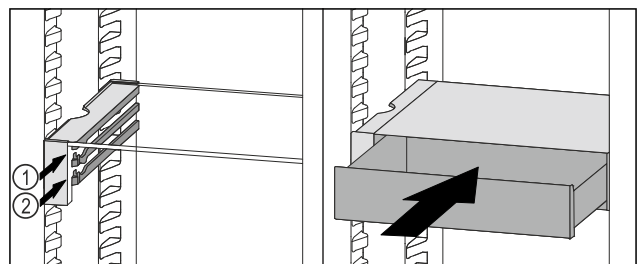

Fig. 203
- Posizionare il cassetto VarioSafe dietro i tappi sulla nervatura desiderata Fig. 203 (1) o Fig. 203 (2).